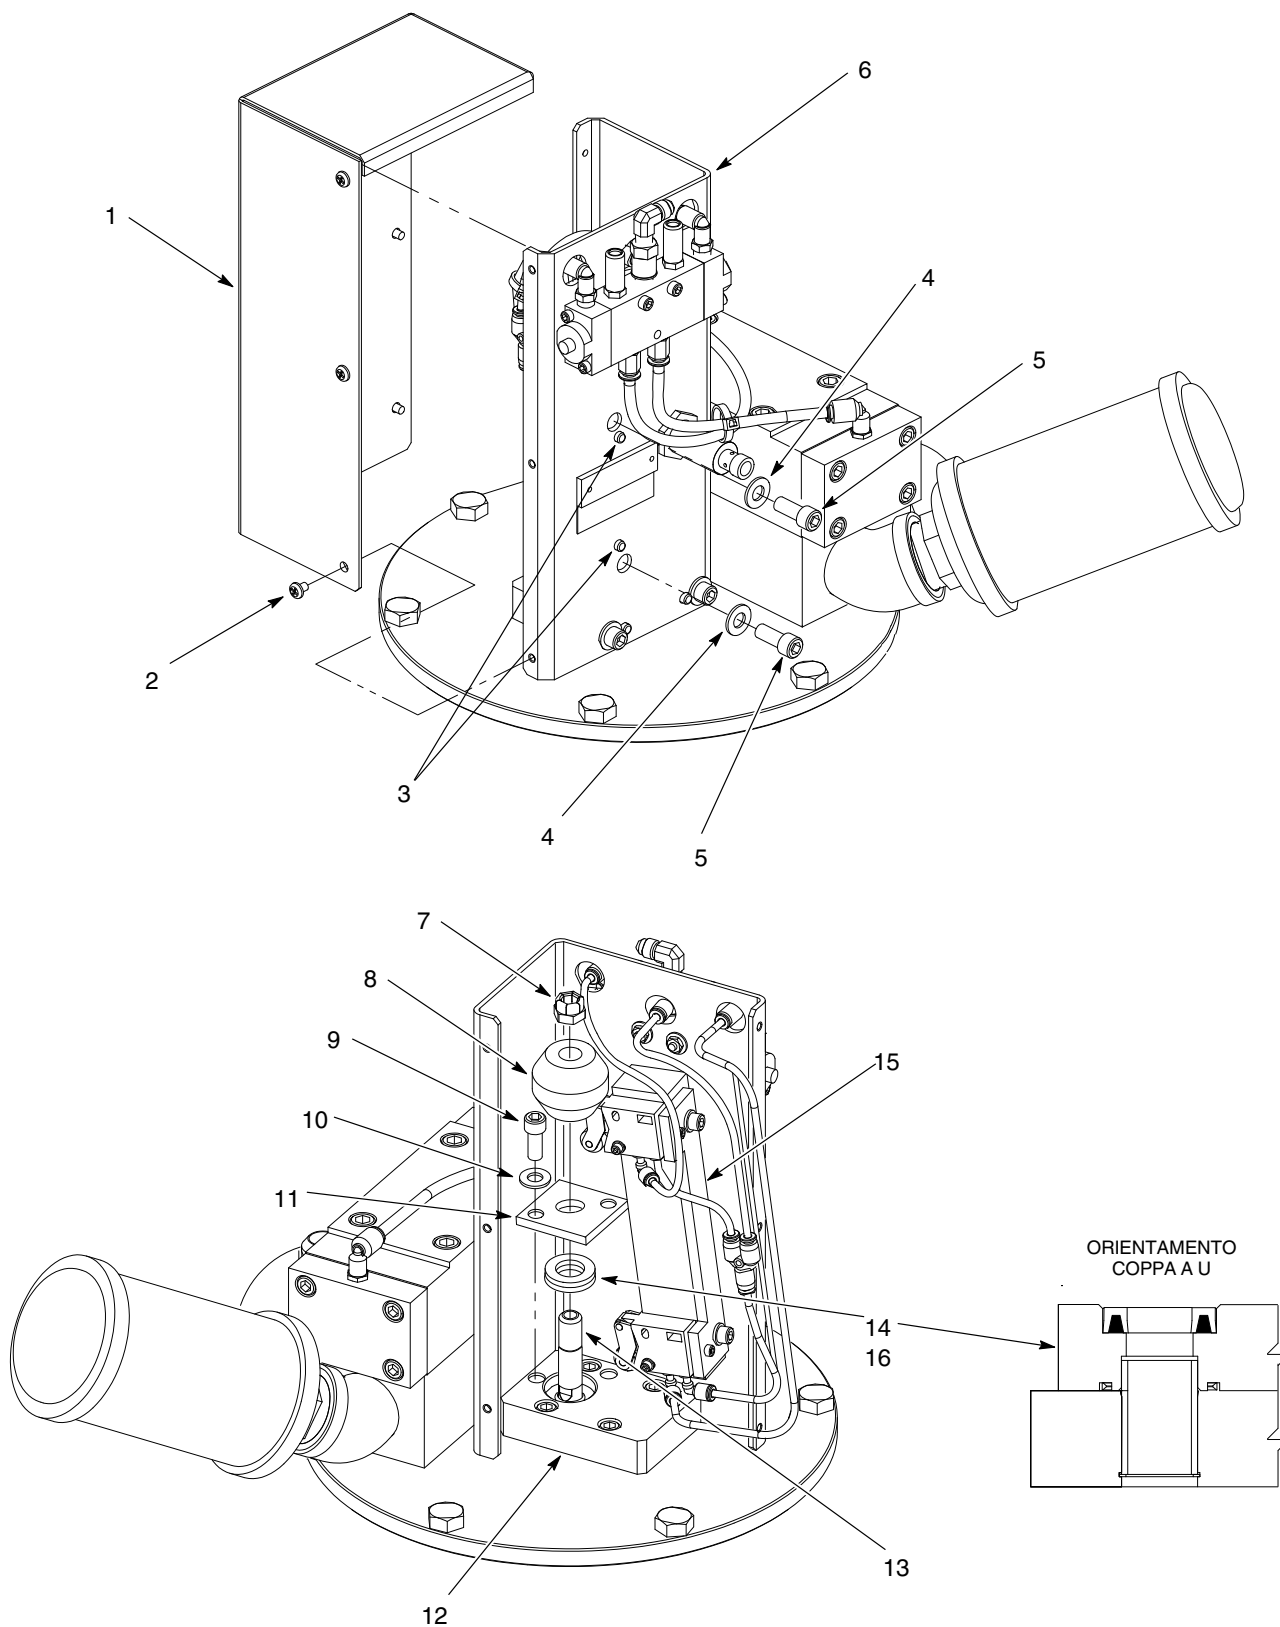

Figura 8 Sostituzione della coppa ad U dell'asta di scatto
1. Vedi figura 8. Togliere le viti (2) che fissano la copertura (1) al gruppo dell'asta di scatto (6).
2. Rimuovere le viti (5) e le rondelle (4) che fissano il cuscinio di montaggio della leva di scatto (15) al gruppo dell'asta di scatto (6).
3. Allontanare il cuscinio di montaggio della leva di scatto (15) dalla piastra di ritegno della guarnizione (11).
4. Mettere una chiave sulle parti piatte dell'asta del pistone (13). Togliere il dado (7) che fissa la barra di scatto (8) all'asta del pistone.
5. Rimuovere le viti (9) e le rondelle (10) che fissano la piastra di ritegno della guarnizione (11) al fermo dell'asta di scatto (12).
1. Vedi figura 8. Lubrificare una nuova coppa ad U (14) con grasso TFE (16). Inserire la coppa ad U nel ritegno dell'asta di scatto (12), come illustrato.
2. Montare la piastra di ritegno della guarnizione (11) sul fermo dell'asta di scatto (12) usando le viti (9) e le rondelle (10). Serrare le viti a 22-25 ft-lb (30-33 N•m).
3. Mettere una chiave sulle parti piatte dell'asta del pistone (13). Montare la barra di scatto (8) sull'asta del pistone usando il dado (7). Stringere bene il dado.
- a. Assicurarsi che i perni del cuscinio di montaggio (3) sporgano attraverso il gruppo dell'asta di scatto (6) come illustrato.
- b. Fissare il cuscinio di montaggio della leva di scatto (15) al gruppo dell'asta di scatto usando le viti (5) e le rondelle (4). Stringere le viti a 22-25 ft-lb (30-33 N•m).
5. Montare la copertura (1) sul gruppo dell'asta di scatto usando le viti (2). Stringere saldamente le viti.